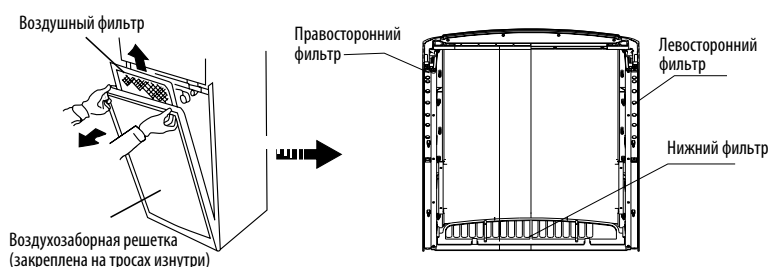

Рис. 5-1
1. В кондиционере установлено 3 фильтра (см. рис. 5-1)